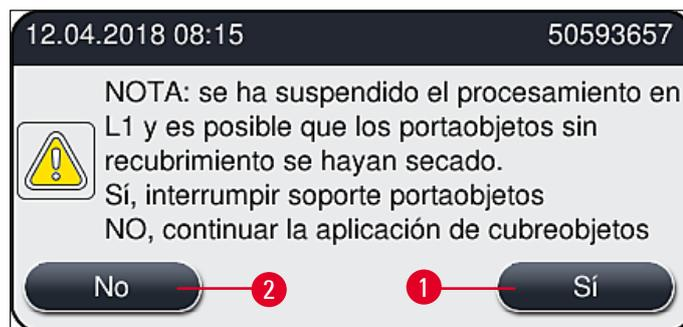

Fig. 111
9. El software del instrumento realiza una detección del nivel de llenado. El usuario recibe un mensaje de información cuando finaliza la comprobación (→ Fig. 111).